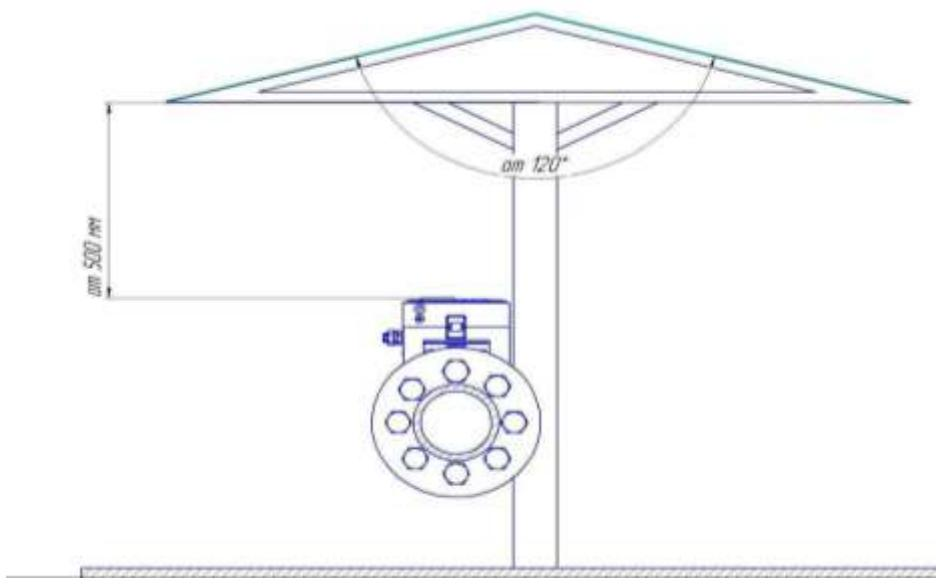

Рисунок 13 - Установка расходомера UMG под навесом.
- 3.3.3.3 Расходомер рекомендуется устанавливать в закрытом помещении. Допускается установка расходомера UMG под навесом, обеспечивающим защиту от внешних атмосферных осадков, см. рисунок 13.